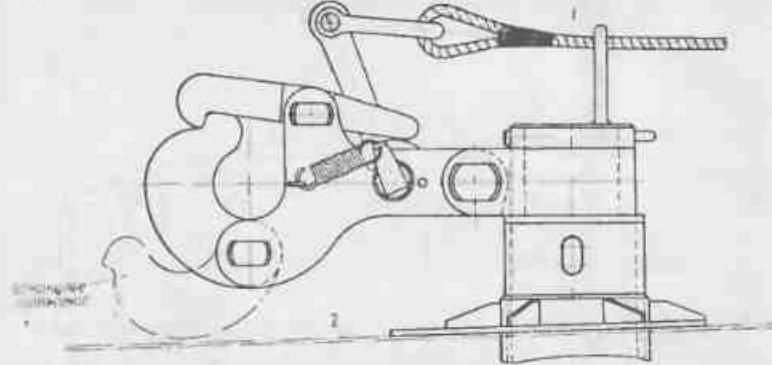

Рис. 20. Расцепной буксирный гак:
45. Буксирное устройство включает: буксирующую стойку 34 (см. рис. 3), закрепленную за люком моторного отсека, расцепной буксирный гак (рис. 20), буксирные арки 25 (см. рис. 2) и стальной оцинкованный буксирный трос длиной 50 м.